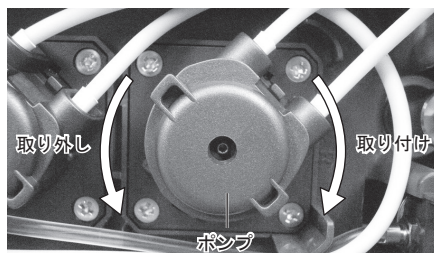

図36
- 5) ポンプを左に「カチッ」というまで回して、そのまままっすぐ引き抜いてください。(図 36)
- 7) 新しいポンプ (別売品) をモーター軸にゆっくり差し込み、右に「カチッ」とロックするまで回し取り付けてください。(図 36)